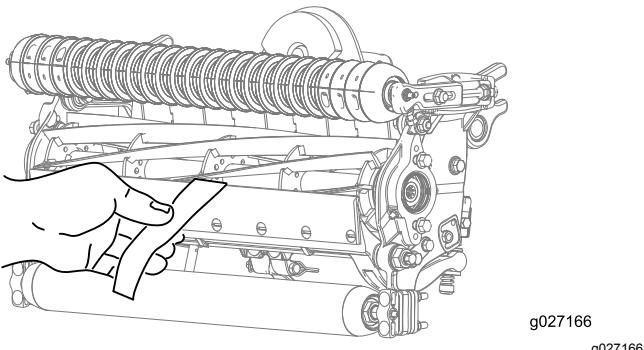

図 20
2. 切れ味確認用のペーパートロのパーツ番号125-5610を一枚、リールと下刃との間に、下刃に対して直角になるように差し入れて、カッティングユニットの切れ味をテストする図20。ゆっくりとリールを回転させることで紙が切れれば合格である。